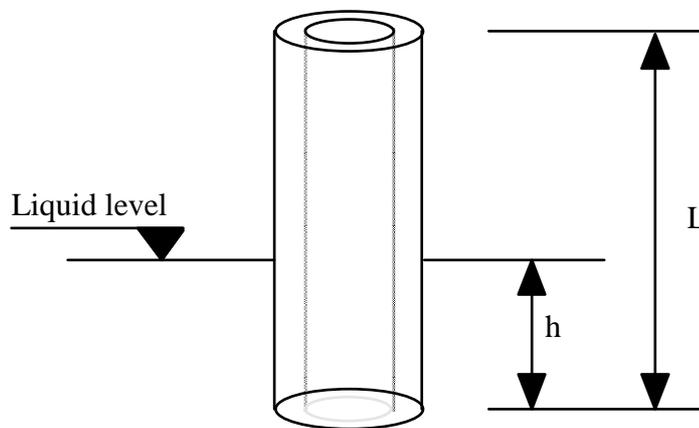

Figure 7.3. Mesure de niveau  $L$
2. Dans chaque réservoir, on immerge des capteurs capacitifs sous forme de cylindres plats co-centriques. La longueur du capteur est  $L$  (Figure 7.3).